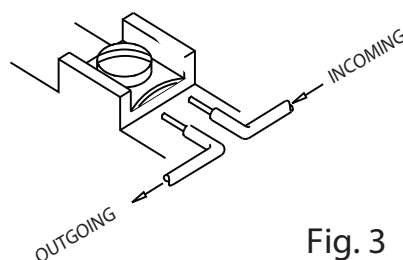

Fig. 3
- Modell RDVSR-S (EU) har två brytare, varav en kan användas för en central enhet, egen signalering eller fjärrsignalering, medan den andra kontakten används för en lokal ljud- eller ljussignal.
- För övervakade kretsar, se "Plintanslutning", ritning och varningstext (fig. 3).